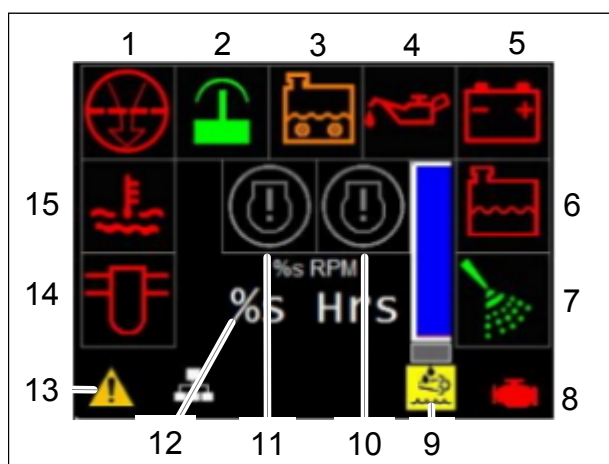

Figure 4.19 - Beginscherm (Storingen)
De totale bedrijfsuren van de motor worden in het midden van het beginscherm weergegeven (item 12, afb. 4.19).
Alle actieve storingen worden op het beginscherm weergegeven, zie afb. 4.19. Een indicatorlichtje op het displayscherm van het regelpaneel gaat branden als zich een storing voordoet. Welk lichtje of welke lichtjes gaan branden hangt af van de storing, zie tabel 4.1.